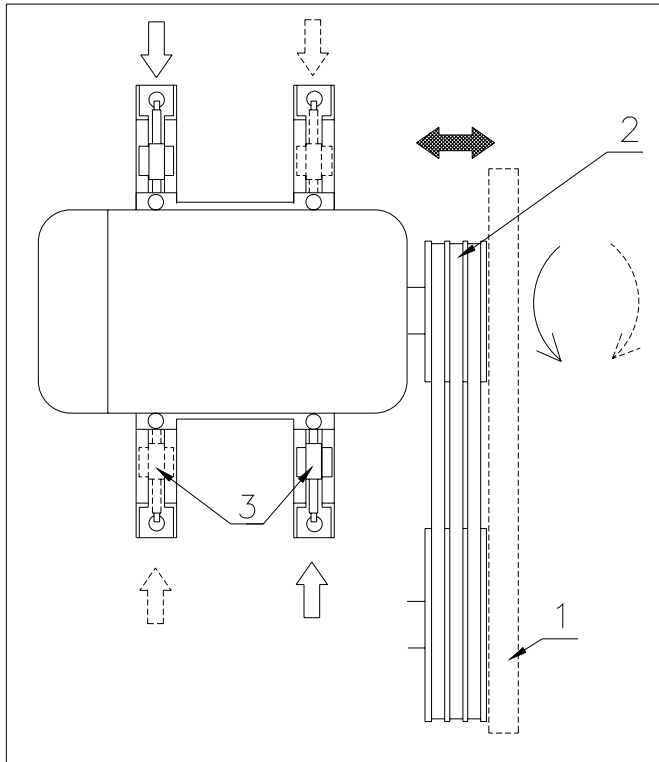

Fig. 7.9
Vérifiez, lors de la livraison, que les deux poulies sont (encore) bien alignées (voyez Figure 7.9).
Si l'axe du moteur n'est pas parallèle à celui de la pompe, le moteur peut être tourné comme indiqué en Figure 7.9. Desserrez, pour ceci, les boulons de fixation du moteur et déplacez-le au moyen des tendeurs (3). Si nécessaire, un des tendeurs peut être placé à la partie supérieure du moteur pour obtenir le résultat désiré. Veillez à la bonne tension des courroies! Remontez la plaque de protection.